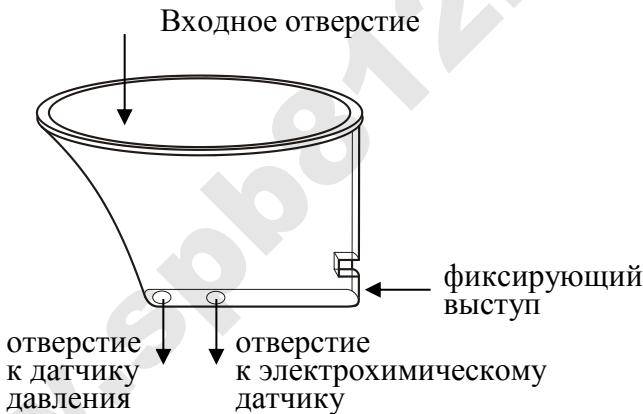

Рисунок 4 – Мундштук-воронка
1.4.17 Многоразовый **мундштук-воронка** (рисунок 4) формирует поток выдыхаемого воздуха для отбора пробы в режиме скринга.